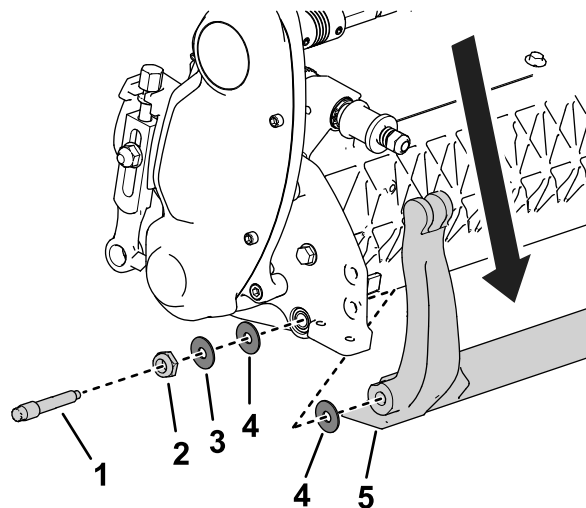

Рисунок 21
3. На каждой стороне машины ослабьте контргайку, показанную на Рисунок 21.
вниз и снять ее с режущего блока (Рисунок 21).
Помните о наличии 2 пластмассовых и 1 стальной шайбы с каждой стороны планки неподвижного ножа (Рисунок 21).
3. С каждой стороны установите нейлоновую шайбу на выступ боковой пластины. На нейлоновые шайбы установите стальные шайбы (Рисунок 21).